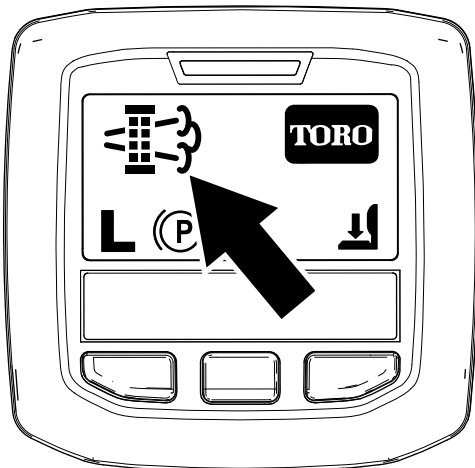

Figure 42
- Quand le calculateur moteur demande une régénération en stationnement ou une régénération d'urgence, l'icône de requête de régénération (Figure 42) s'affiche sur l'InfoCenter.